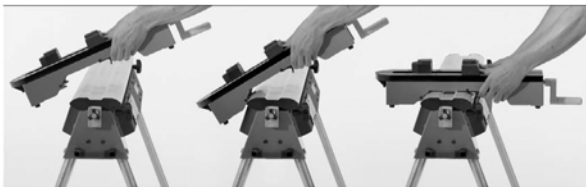

Abb. 10: Auswechseln von Maschinen und Zubehör
Schritt 3: Setzen Sie die Maschine vorsichtig auf den UWT 3200. Beachten Sie hierbei auch die Hinweise der Abb.10) . Verschieben Sie die Maschine entlang den Langlöchern der Maschinenauflage auf die gewünschte Endposition. achten Sie darauf, dass sich nach dem Verschieben die Befestigungsschrauben nicht direkt unter den Öffnungen befinden. Ziehen Sie danach die Muttern mit einem Gabelschlüssel an.
Um Maschinen und Zubehör auszuwechseln, muss der Klemmhebel an der Unterseite gedrückt und die Vorrichtung wie in Abb.10 aufgesetzt bzw. entnommen werden.